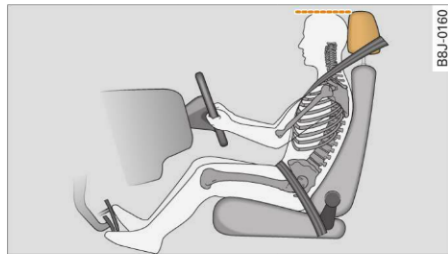

Fig. 169 Reglarea corectă a înălțimii tetierei
- Reglați tetierele astfel încât marginea superioară a tetierei să se afle la aceeași înălțime cu partea superioară a capului ocupantului $\Rightarrow$ fig. 169.